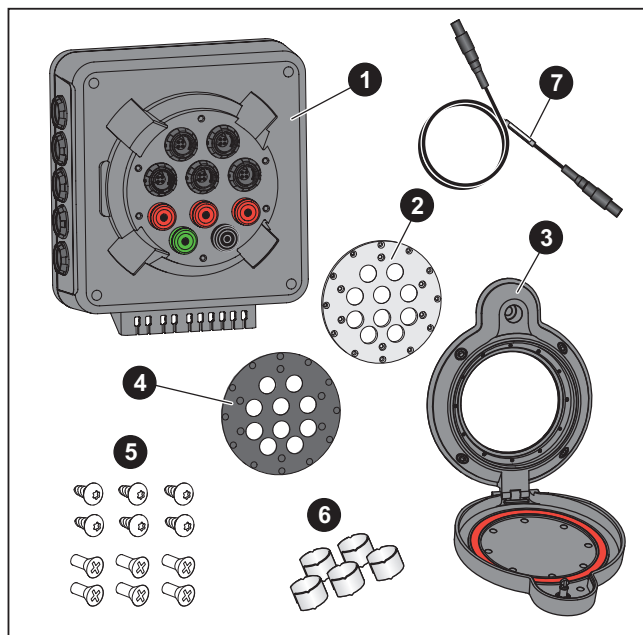

Рисунок 1. Детали PQ Window
При получении распакуйте Прибор. См. Рисунок 1. Проверьте, чтобы в комплекте поставки было следующее:
4. На провода для измерения тока нанесите кабельный маркер 1 из комплекта (см. Рисунок 1, элемент 6) на оба конца кабеля для фазы A/L1. Затем нанесите маркер 2 на фазу B/L2 и маркер 3 на фазу C/L3 и N и заземление.